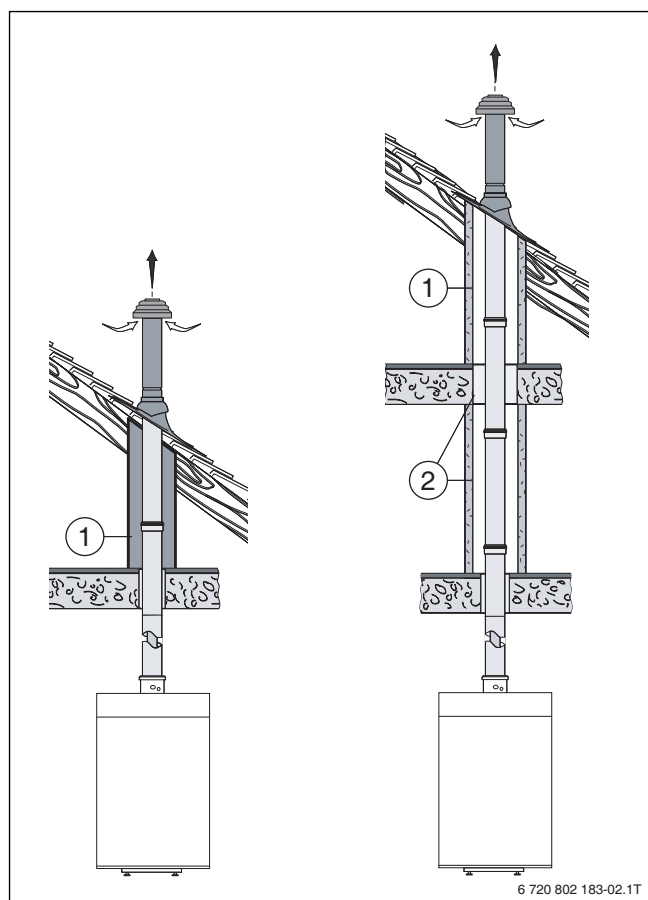

Fig. 4 Struttura cavedio
- Se immediatamente sopra il locale di posa si trova solo il tetto, la tubazione di aspirazione aria/evacuazione dei prodotti della combustione deve essere isolata fra il bordo superiore del soffitto e il manto di copertura. A tale scopo è sufficiente applicare un materiale non infiammabile e indeformabile, oppure un tubo di protezione metallico (→ fig. 4, [1]).
- Se la tubazione di aspirazione aria/evacuazione dei prodotti della combustione al di fuori del locale di posa per raggiungere il tetto deve attraversare dei piani intermedi, allora dal locale di posa fino al tetto, deve essere prevista la costruzione di un cavedio con classe di resistenza al fuoco L30 (F30) o L90 (F90) (→ Fig. 4, [2]). In questo caso possono essere utilizzate solo costruzioni di cavedii omologate.